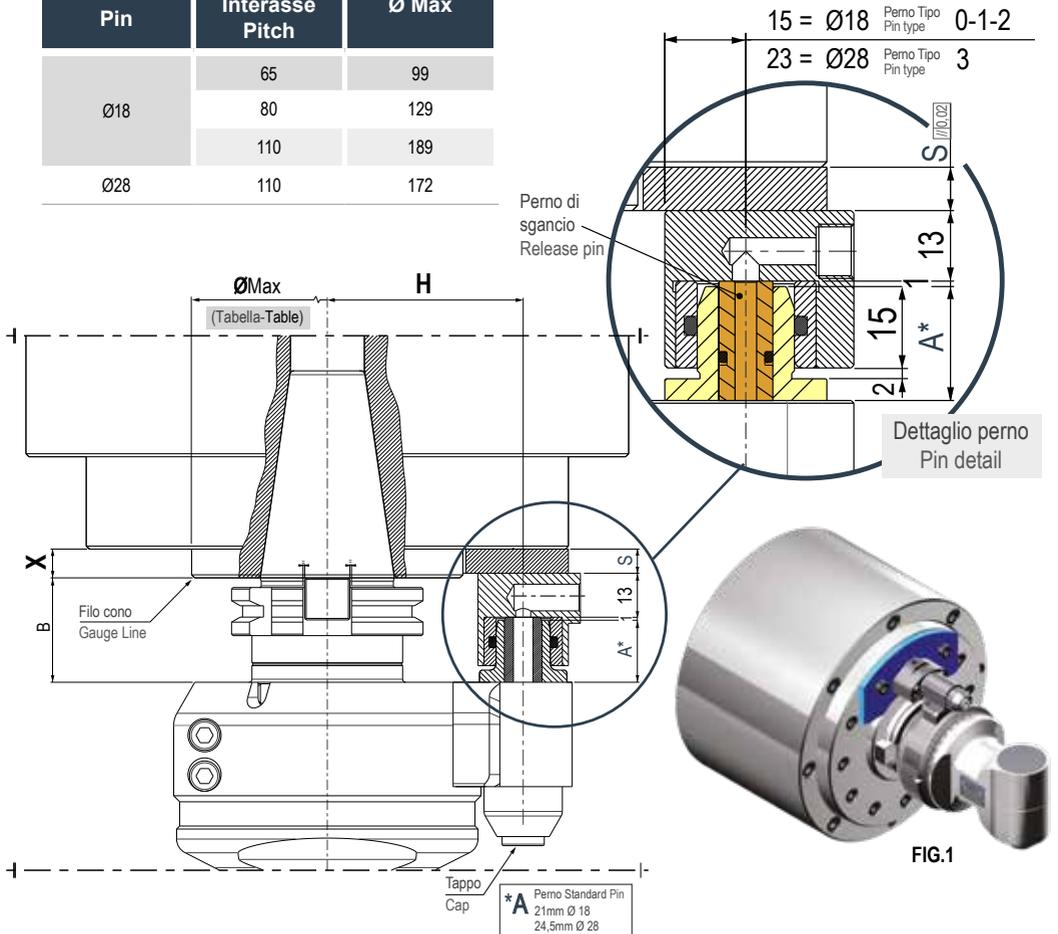

FIG.1
- Allentare le 2 viti A. (Fig. 1)